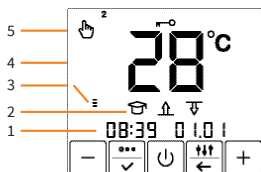

Abb. 4a / Fig. 4a / fig. 4a
- aktuelle Uhrzeit und Datum (Abbildung 4a);
- indicating the current time and date (Figure 4a);
- en indiquant l'heure et la date actuelle (figure 4a);